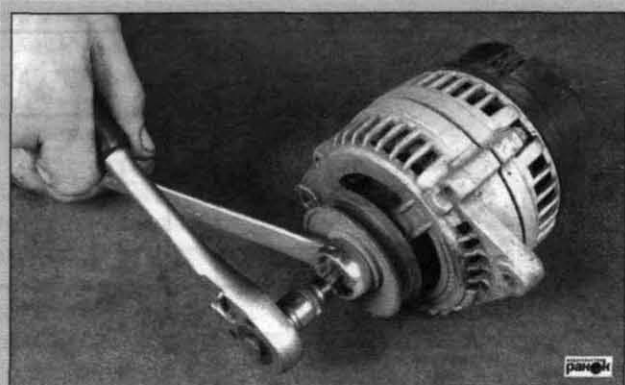

Рис. 6.9. Снятие шкива генератора
- зафиксировав от проворачивания ротор генератора, открутить гайку крепления шкива генератора (рис. 6.9);